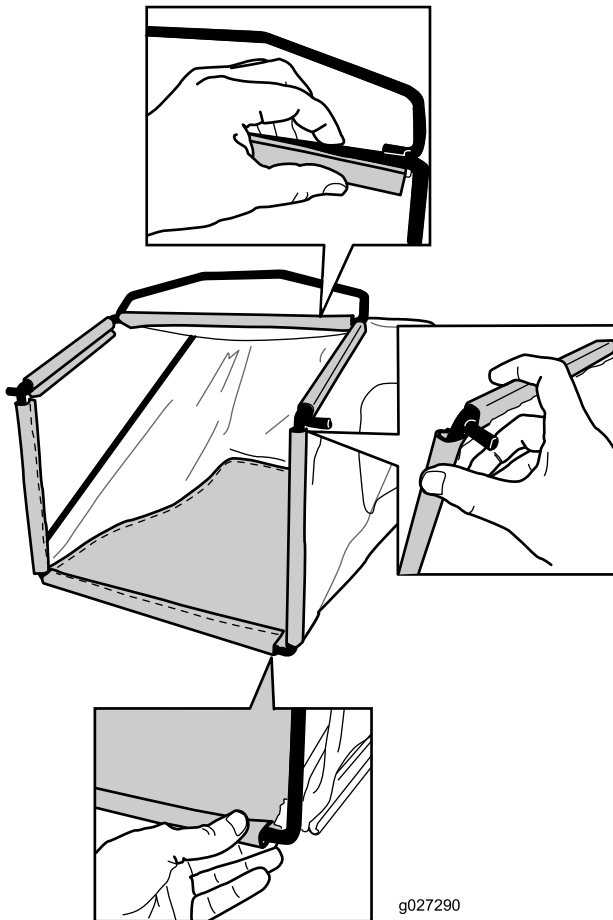

Figure 9
- 3. Accrochez la glissière supérieure et les glissières latérales du bac au sommet et sur les côtés de l'armature respectivement (Figure 9).
- 2. Accrochez la glissière inférieure du bac au bas de l'armature (Figure 9).